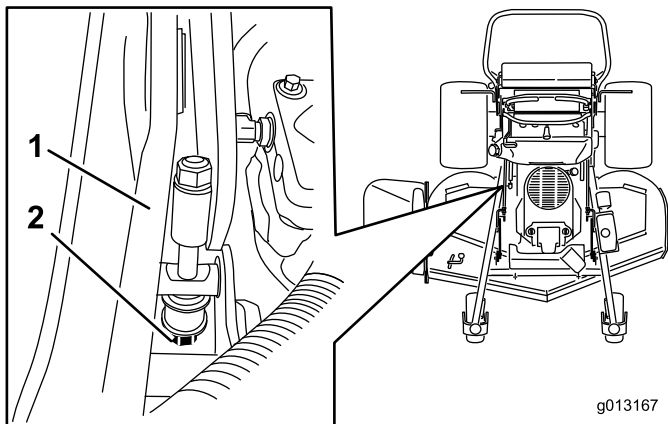

Bild 89
5. Wenn der Wert falsch ist, finden Sie die Schnitthöhstange an der rechten Seite der Maschine (Bild 89).
6. Stellen Sie die Einstellschraube ein, bis die Messerspitzen 7,6 cm haben (Bild 89).